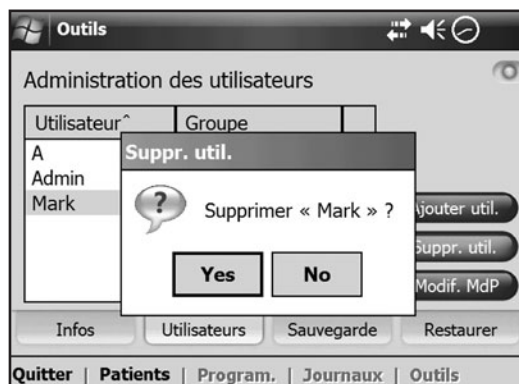

Figure 8-46 : Fenêtre de confirmation Effacer l'utilisateur.
3. Un message de confirmation apparaîtra. Reportez-vous à la Figure 8-46. Appuyez sur **Oui**.